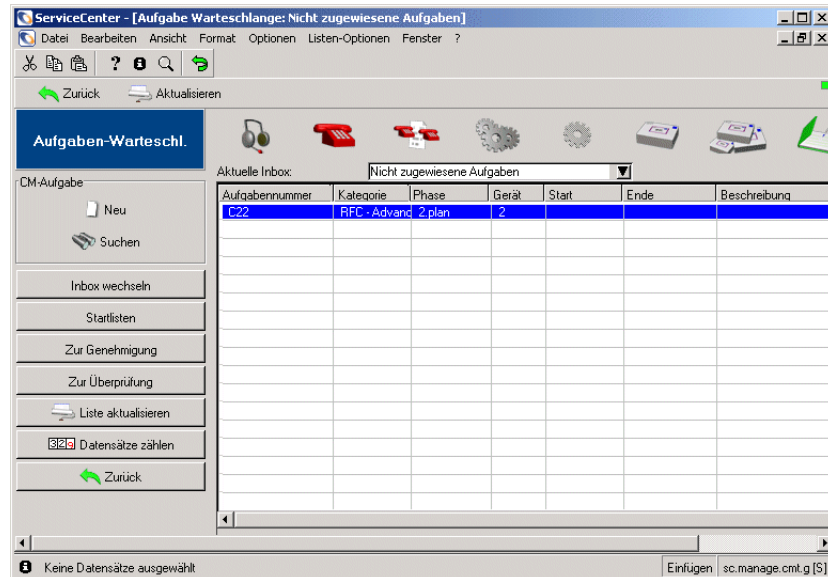

Abbildung 10-69: Inbox-Liste der Änderungsphasen, die Genehmigung benötigen
- 4 Klicken Sie auf **OK**. In der Inbox wird eine Liste aller Änderungen angezeigt, die eine Genehmigung der ausgewählten Gruppen benötigen. Abbildung 10-69 zeigt eine typische Änderungswarteschlange.